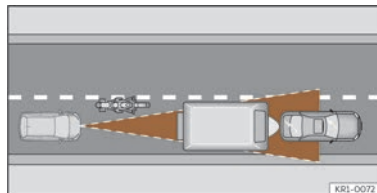

Abb. 113 Vorausfahrender Motorradfahrer außerhalb des Erfassungsbereichs des Radarsensors.
- Versetzt fahrende Fahrzeuge oder Fahrzeuge, die außerhalb des Erkennungsbereichs des Sensors fahren, z. B. Motorräder >>> (Abb. 113).